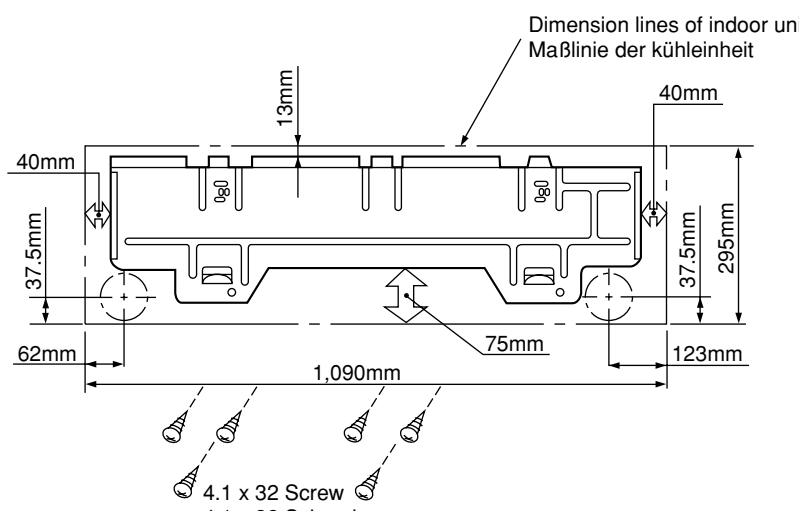

Fig. 3-3 Abb. 3-3
- Make a hole on the wall as shown in Figs. 3-3 and 3-4. In order to keep the smooth flowing of condensed water.
- Fix the hanger to the wall with 4.1 x 32mm screws no. ② horizontally. (Fig. 3-3)
3.1 Um das problemlose Fließen des Wassers zu gewährleisten, muss ein Loch in die Wand gemacht werden wie unter Abb. 3-3 und 3-4 angegeben.
- Die Hänger sind mit Schrauben 4.1 x 32mm an der nr. ② Wand horizontal zu befestigen. (Abb. 3-3)